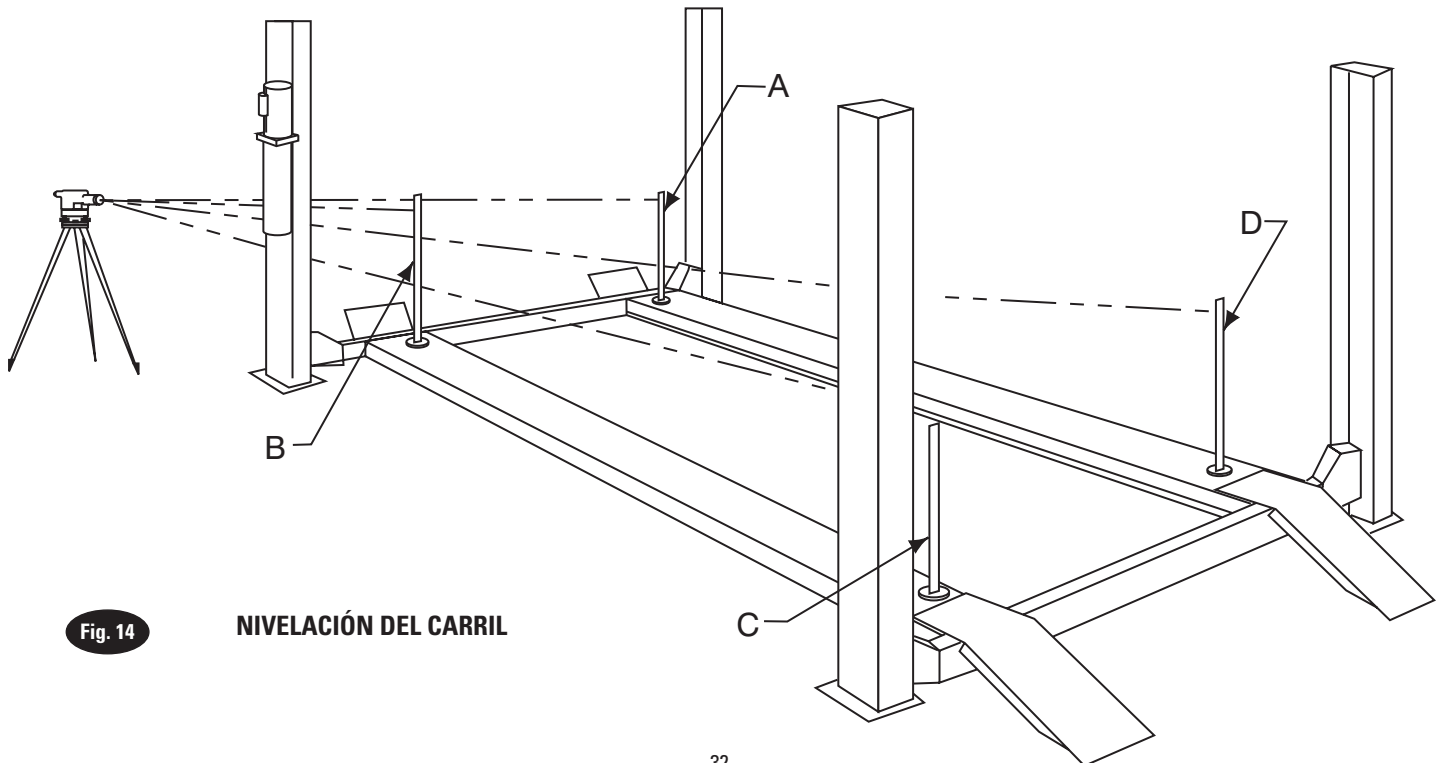

Fig. 14
- C. Primero coloque el Nivel objetivo en la esquina más alta del elevador. Colóquelo en la línea central del carril a menos de 6 del tubo del yugo, cualquiera que esté colocado encima del punto más alto. Nos referiremos a este como posición del objetivo "A". Comenzando con la posición "A" de destino, Fig. 14, dirija el Nivel al objetivo y marque la
- D. Después, mueva el objetivo y colóquelo sobre el carril en el punto "B", Fig. 14. Gire el Nivel y enfóquelo en la escala objetivo. Ajuste la columna en "B" utilizando calzos debajo de la placa base, Fig. 13, hasta las retículas de la alineación del Nivel a la marca de referencia en la escala de destino. Repita para los puntos C y D.